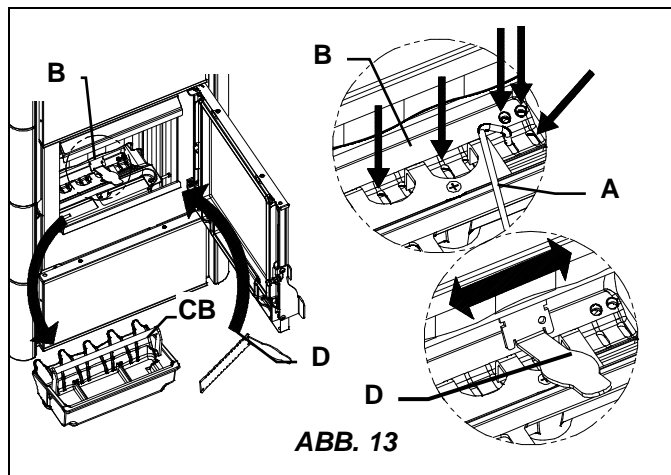

ABB. 13
Beim Betrieb mit **HOLZ** wird der Großteil der in der Brennerabdeckung (**CB**) verbliebenen Asche entfernt, indem diese mit dem entsprechenden Griff aus dem Kaminofen entnommen wird (ABB. 13 pos. **CB**)
Die Reinigung des Brenners (**B**) muss bei Bedarf sowie immer bei einer neuen Anfeuerung erfolgen. (ABB. 13)
- Mit dem Schürhaken die Luftdurchgänge des Brenners reinigen, siehe ABB. 13 Pos. **A**.